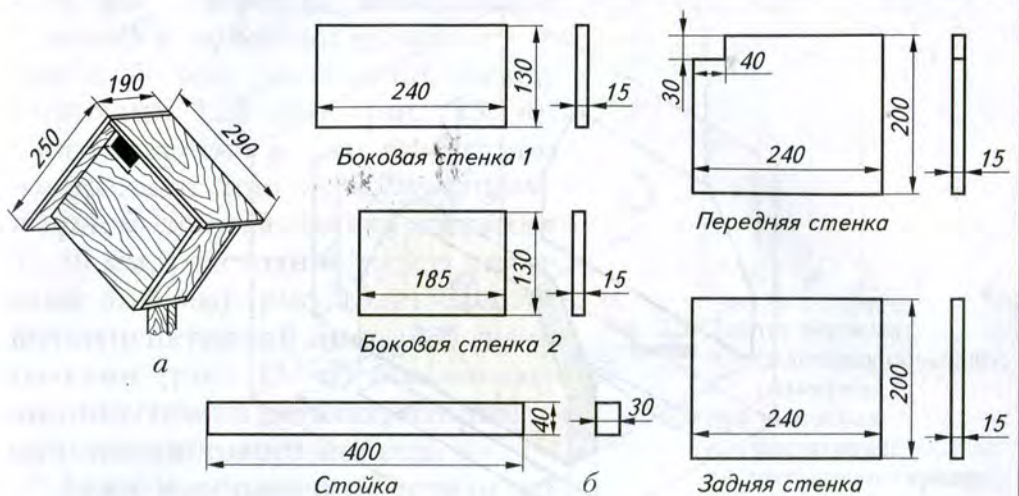

Рис. 10. Технический рисунок домика для птиц (а) и чертежи его деталей (б)
*Технический рисунок* так же, как и эскиз, выполняют без чертёжных инструментов, однако он представляет собой объёмное изображение детали, в котором примерно соблюдены пропорции между отдельными её частями (рис. 10, а).